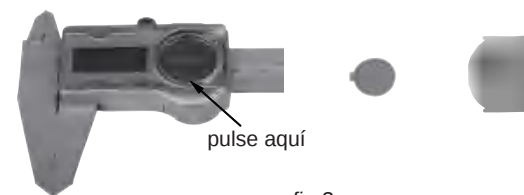

fig.3
---Presione la batería (fig. 3) y la batería saldrá de su alojamiento.